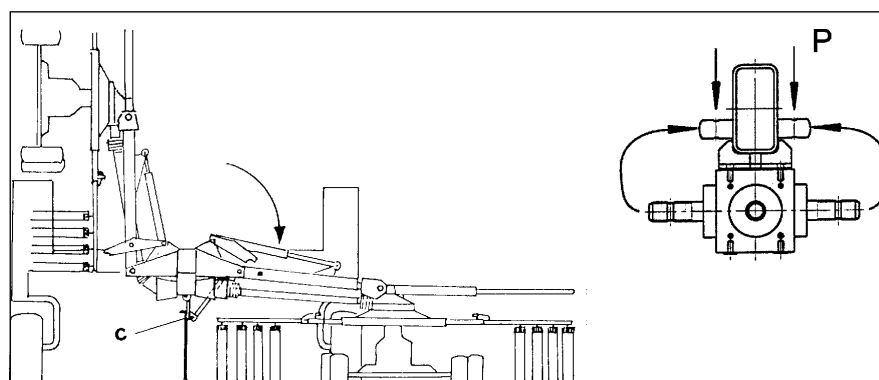

Bild 3-14
- Zur Unfallverhütung und zur Vermeidung von Gelenkwellschäden die Gelenkwelle des hochgeschwenkten Kreisels vom Wellenstummel des Winkelgetriebes abziehen und auf die Parktasche am Rahmen stecken (auf Einrasten achten) (Bild 3-14)